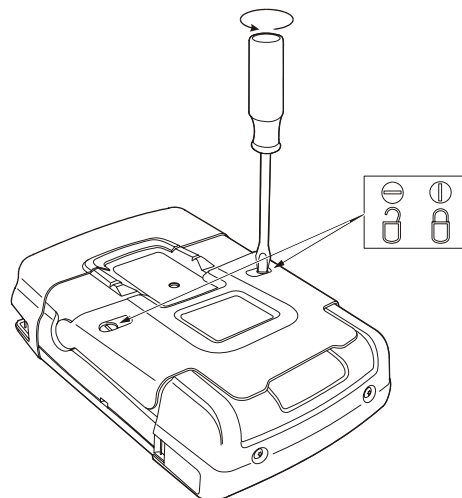

Figure 4-3. Déverrouiller le couvercle du pack de piles
- Déverrouillez le couvercle du pack de piles situé à l'arrière de l'ÉnergiMètre (tournez les vis d'un quart de tour dans le sens inverse des aiguilles d'une montre comme illustré en Figure 4-3).